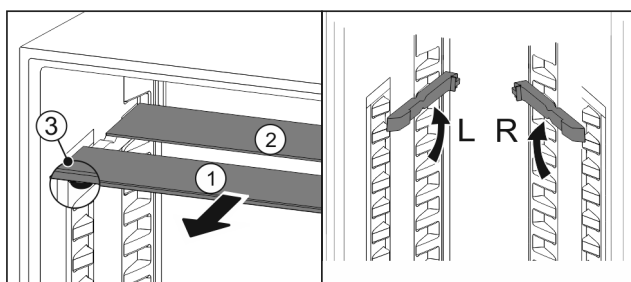

Fig. 61
- Dra ut Fig. 61 (1) glashyllorna framåt en i taget.
- ▷ Glashyllan Fig. 61 (1) med dekorlisten ligger längst fram.
- ▷ Stoppklackarna Fig. 61 (3) är vända nedåt.